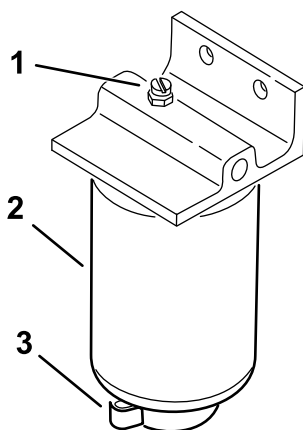

Figura 36
4. Deschideți bușonul de golire al filtrului și supapa de respirație (Figura 36).